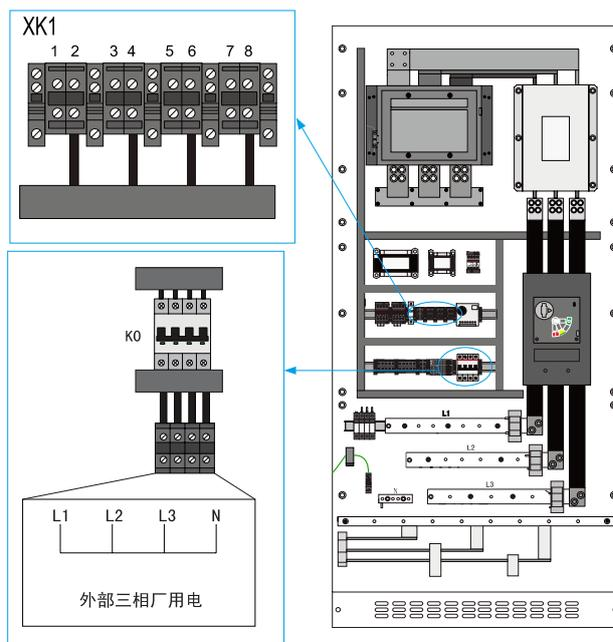

图8-14 外供电接线
- 步骤 3 连接完毕后将外部的 AC380V 电源（三相四线制）接入到如图 8-14 所示的“外部三相厂用电”接线端子。此外部电源的电网连接形式须为 TN-S 型电网，可通过 K0 断路器对外部供电进行控制。